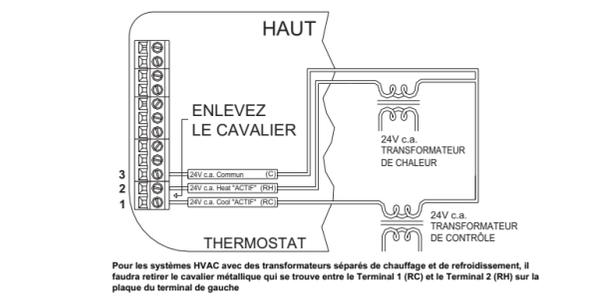

Figure 5 – Branchements tous systèmes pour transformateurs Chaud & Froid
- Pour les systèmes HVAC avec des transformateurs séparés de chauffage et de climatisation, il faudra retirer le cavalier métallique qui se trouve entre le Terminal 1 (RC) et le Terminal 2 (RH) sur la plaque du terminal de gauche – Voir Figure 5.